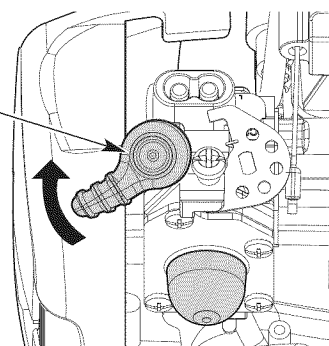

Fig. 9
4. Dé vuelta a la palanca del obturador en sentido de las agujas del reloj hasta que encaje en su lugar (Fig. 9).